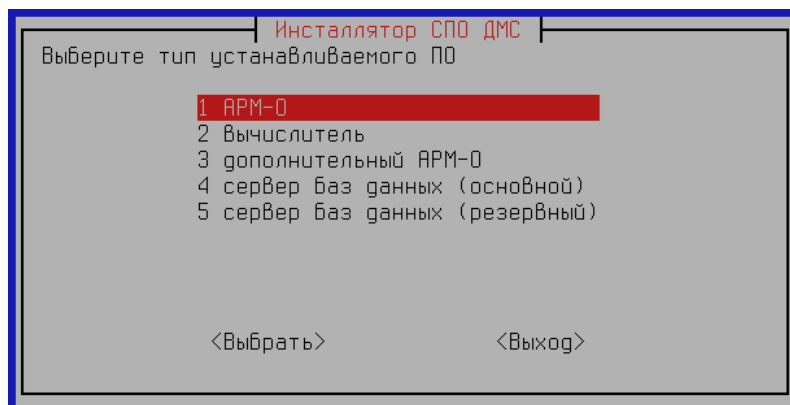

Рисунок 10 — Выбор типа устанавливаемого СРО
8) Далее необходимо выбрать тип устанавливаемого СРО (Рисунок 10).